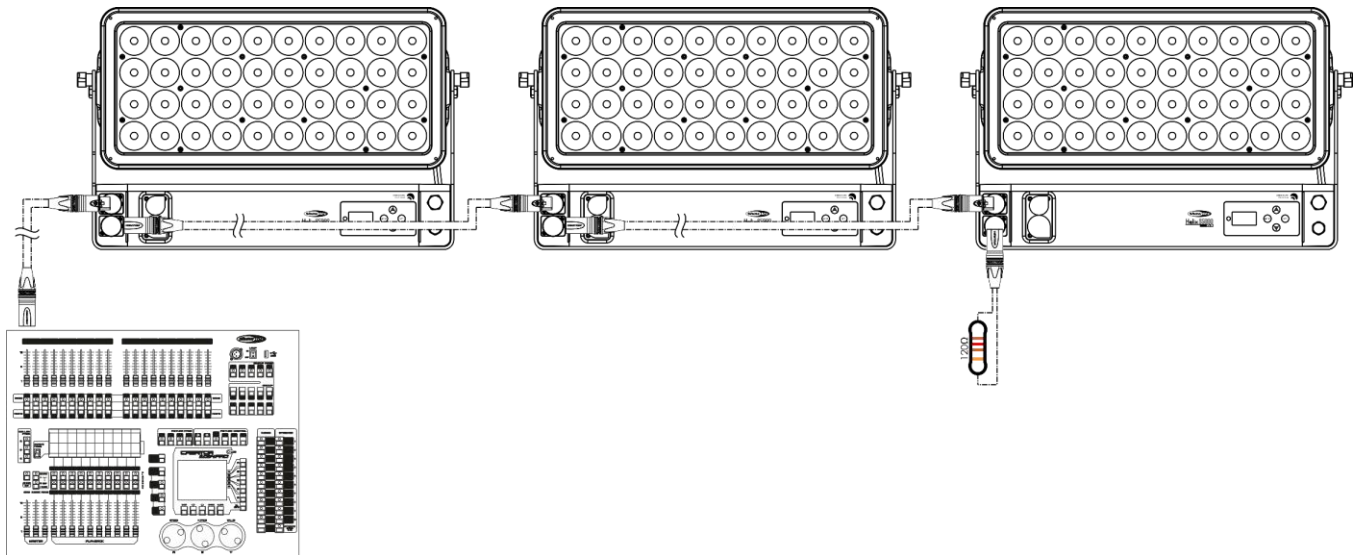

Abb. 08
- 05) Verbinden Sie die Geräte wie in Abb. 08 abgebildet. Verwenden Sie ein DMX-Datenkabel, um den Ausgang (OUT) des ersten Geräts mit dem Eingang (IN) des zweiten Geräts zu verbinden. Wiederholen Sie diesen Vorgang, um das zweite und dritte Gerät ebenfalls anzuschließen.